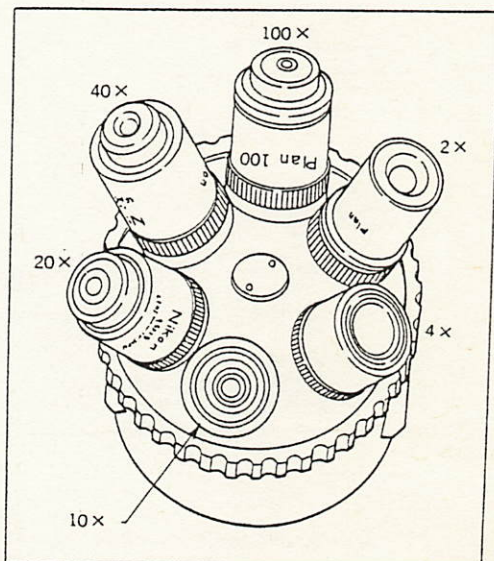

図 10
- 1) 対物レンズは図10のように、上からみて時計方向に倍率が増加するようにレボルバに取り付けておきます。